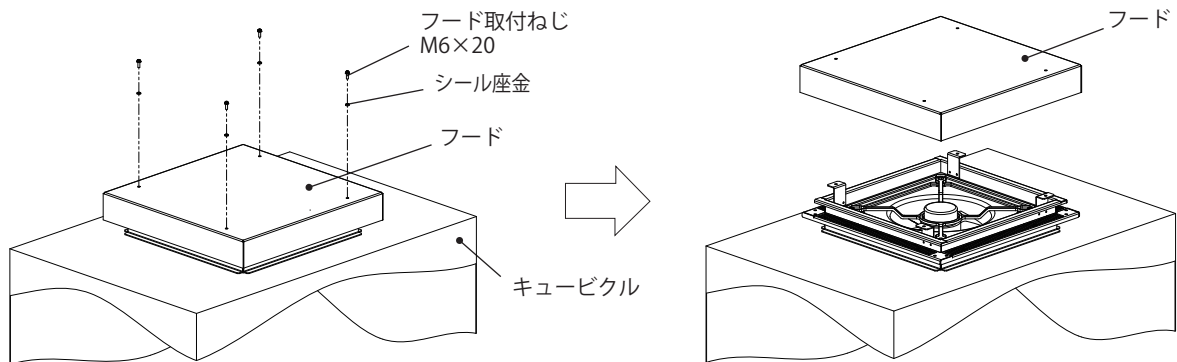

図7
1. フード取付ねじ M6×20・シール座金 (4か所) を取り外し、フードを持上げ取り外してください。(図7)